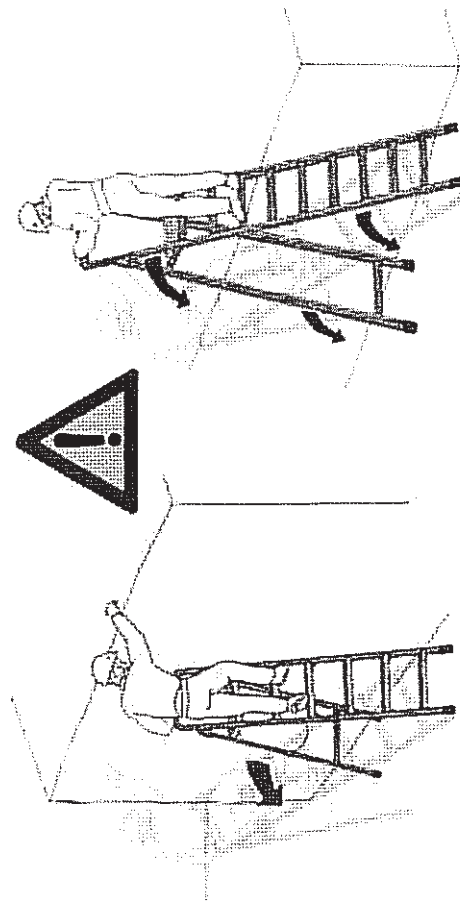

Fig. 4 - Erroneo uso della scala: posizione laterale e sistema di accesso ad altro luogo
La scala doppia non è idonea come sistema di accesso ad altro luogo (fig. 4).
- ▶ Collocare la scala solo nella posizione frontale rispetto alla superficie di lavoro: non salire/scendere mai con la scala nella posizione laterale in quanto il rischio di ribaltamento è più elevato (fig. 4).